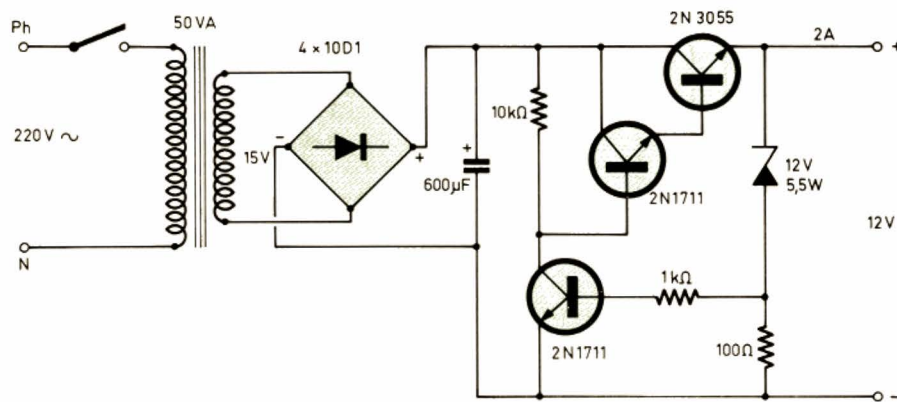

Fig. 11. - Alimentation de l'étage driver à transistor.
b) Partie moyenne puissance (fig. 11)